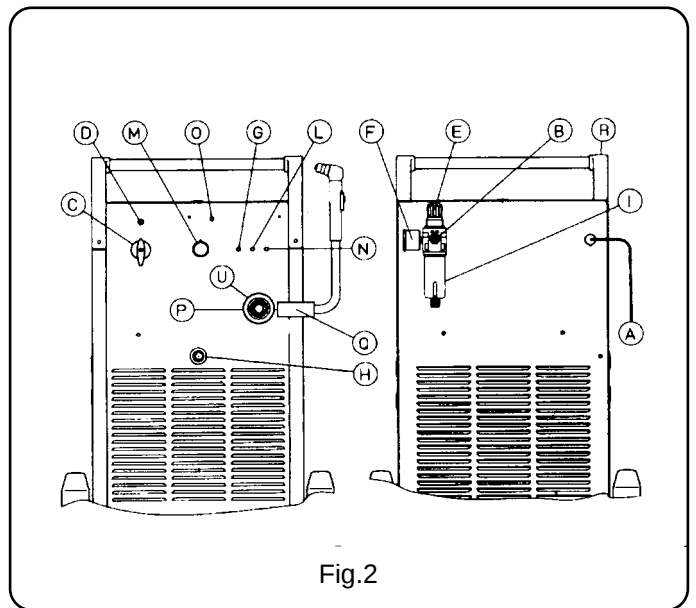

Fig.2
evidenciada por el encendido del indicador luminoso **G** (ver fig. 2).
Para evitar que la presión de aire sea insuficiente, situada sobre la alimentación de la antorcha evidenciada por el indicador luminoso **L** (ver fig. 2).
2) Que manda en bloque la máquina cuando el electrodo alcanza un estado de desgaste tal que debe ser sustituido. Esta segunda función es evidenciada por el encendido de la lámpara (**N**) (fig. 2).